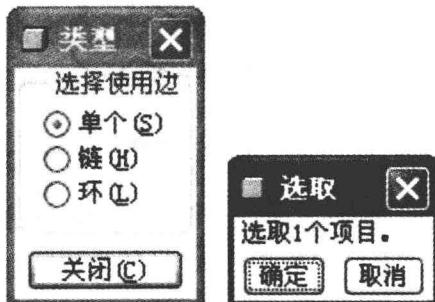
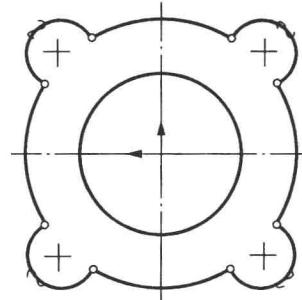

图 1.1-31 【类型】、【选取】对话框
图 1.1-32 创建圆弧
(1) 单击 (拉伸) 按钮，在拉伸工具栏中选择 (实体)、 (拉伸至所有曲面相交) 和 (去除材料)，依次单击【放置】、 按钮，选择“FRONT”作为草绘平面，单击 按钮，进入草绘模式。
(2) 单击草绘工具栏中 (通过边创建图元) 按钮，弹出如图 1.1-31 所示的【类型】和【选取】对话框，选择“单个”，再单击实体模型中 4 个“凸耳”的圆弧边界，4 条圆弧创建完成，如图 1.1-32 所示。